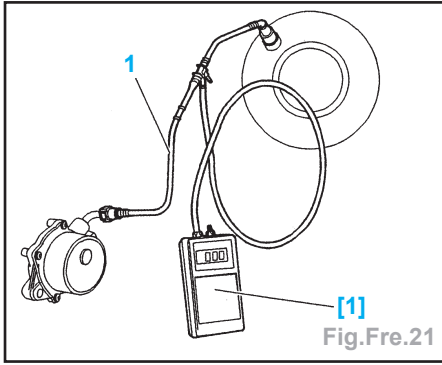

Fig.Fre.21
- Localiser le tube de dépression (1) entre la pompe à vide et l'amplificateur de freinage (Fig.Fre.21).